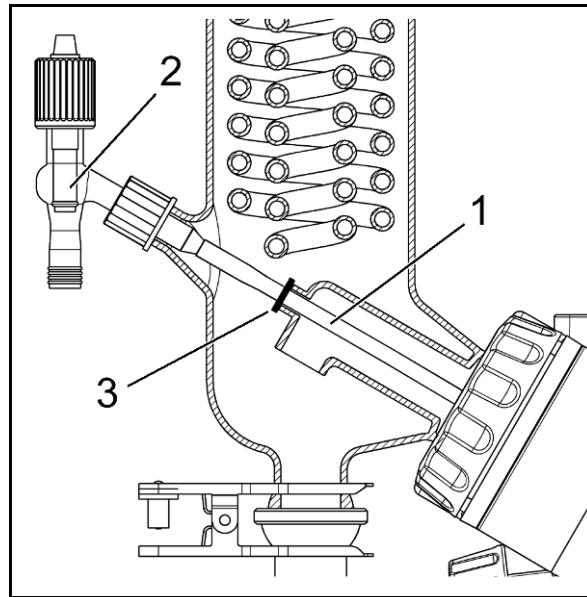

Abb. 6: Position Abtropfscheibe
Ggf. Nachfüllventil (siehe Kap. 11, *Ersatzteile und Zubehör*) montieren (siehe Abb. 6):
1. PTFE-Schlauch (1) auf entsprechende Glasolive des Nachfüllventils (2) schieben.
2. Abtropfscheibe (3) auf PTFE-Schlauch (1) schieben.
3. PTFE-Schlauch (1) durch den Kühlkondensator bis in den Verdampferkolben einschieben.
Die Abtropfscheibe (3) kommt idealerweise auf dem Einleitrohr zu liegen (siehe Abb. 6).
4. Nachfüllventil (2) positionieren und Überwurfmutter fest anziehen.